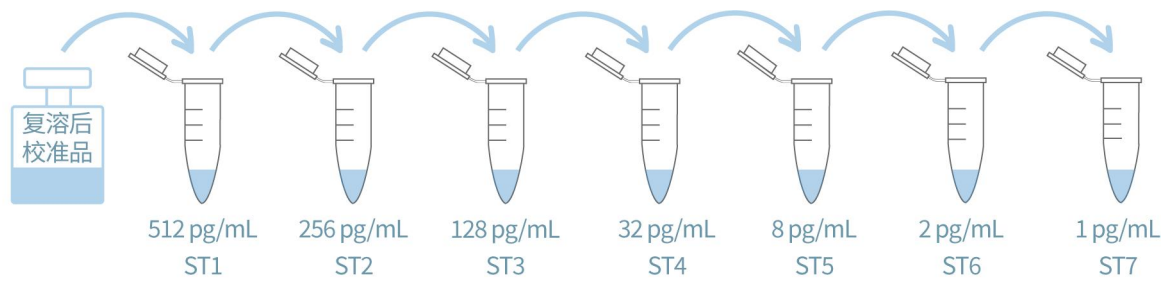

图 3 校准品稀释操作示例
5. 校准曲线配制：参照图 3 和表 3 对校准品进行梯度稀释。